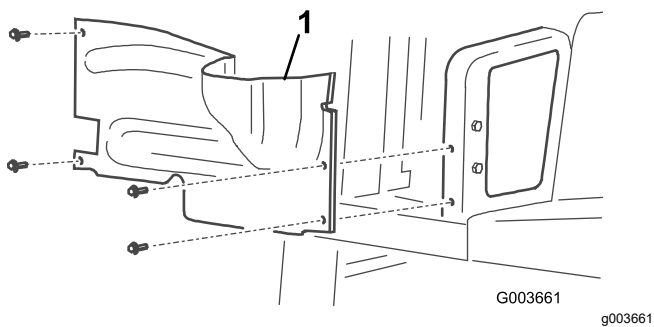

図 2
7. 右側ホイール・シュラウドをフレームに固定している4本のボルトを外し、シュラウドを取り外す 図 2。